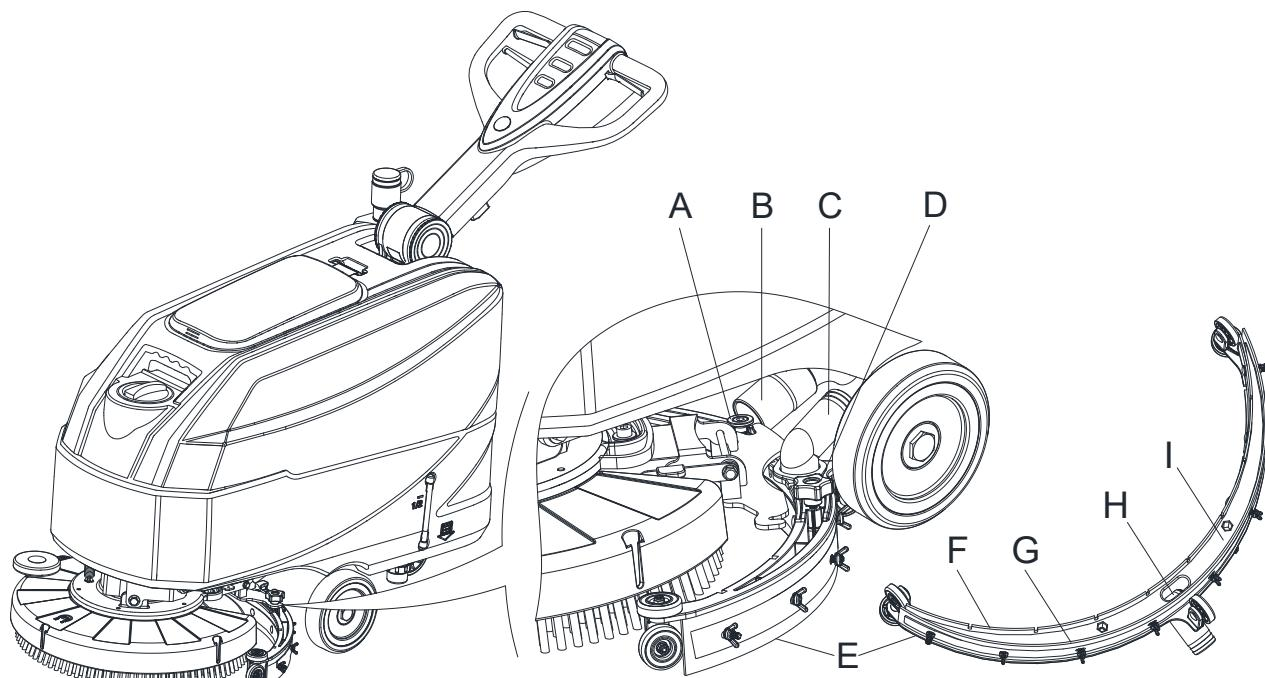
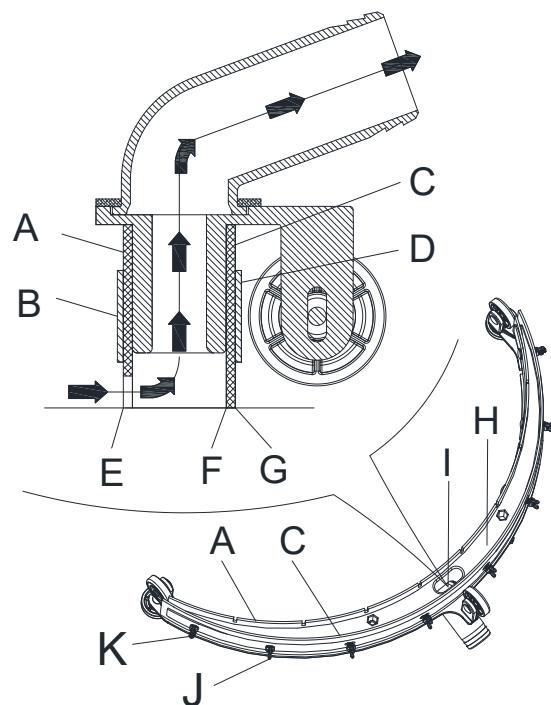

Рис. 15
Рис. 16
4. Отсоедините вакуумный шланг (B, Рис. 15) от всасывающего скребка (C).
5. Ослабьте ручки (D) и снимите скребок (E).
6. Очистите стальной или пластмассовый скребки (E, Рис. 15). Очистите отсеки (I) и особенно отверстие (H). Проверьте переднее лезвие (F) и заднее лезвие (G) на отсутствие повреждений, порезов и разрывов; при необходимости замените их (см. процедуру в следующем пункте).
2. Убедитесь, что края (E, Рис. 16) переднего лезвия (A) и края (F) заднего лезвия (C) находятся на одном уровне по всей длине; при необходимости отрегулируйте высоту в соответствии со следующей процедурой:
- Ослабьте все барашковые гайки (J) и отрегулируйте переднее лезвие (A) и заднее лезвие (C), затем затяните все барашковые гайки.
3. Проверьте переднее лезвие (A) и заднее лезвие (C) на отсутствие следов износа, порезов и разрывов; при необходимости замените их в соответствии со следующей процедурой. Убедитесь, что передний (E) или задний углы (F) не изношены; при необходимости переверните лезвие, чтобы заменить изношенный угол целым углом. Если другие углы также изношены, замените лезвие скребка в соответствии со следующей процедурой:
- Отверните все барашковые гайки (J) и винт (K), снимите фиксирующую планку (B), затем замените/переверните переднее лезвие (A). Соберите скребок в обратном порядке.
- Отверните все барашковые гайки (J) и винт (K), снимите фиксирующую планку (D), затем замените/переверните заднее лезвие (C). Соберите скребок в обратном порядке. После замены лезвия (или переворачивания) соберите скребок, как показано в предыдущем шаге.
4. Установите скребок (E, Рис. 15) и закрутите ручки (D, Рис. 15).
5. Подсоедините вакуумный шланг (B, Рис. 15) к всасывающему скребку (C, Рис. 15)